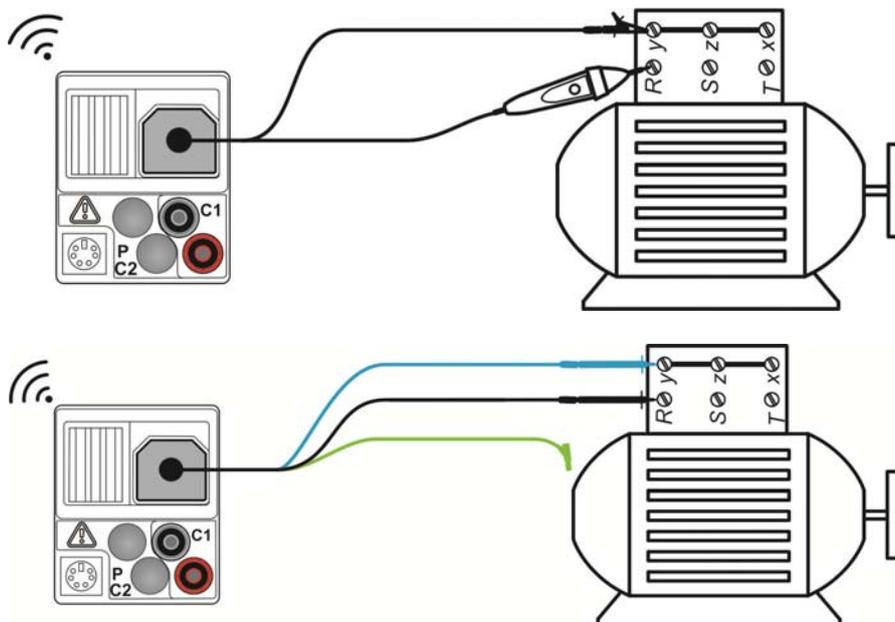

Abbildung 5.14: Anwendung von Commander-Prüfspitze und Dreileiter-Prüfleitung
- Schließen Sie** die Prüflleitungen an den Prüfling (siehe *Abbildung 5.14*) an.